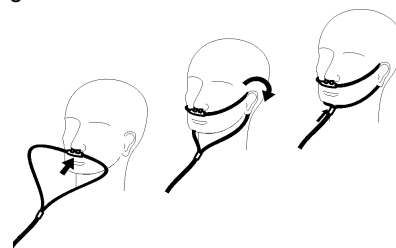

Figura 6
- Posizionare la cannula sul paziente come illustrato nella figura 6.